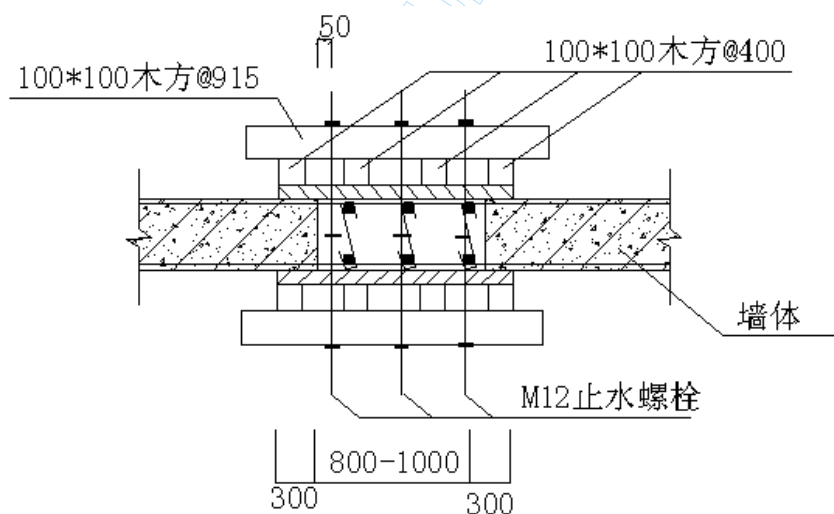

图 6
5.3.3 墙体后浇带混凝土浇筑前，按图纸设计要求绑扎钢筋，设置拉钩，挂好钢筋保护层垫块。再按图 6 支设模板，采用止水对拉螺栓加固模板，外侧的止水对拉螺栓应距已浇混凝土竖边（后浇带边线）50mm。